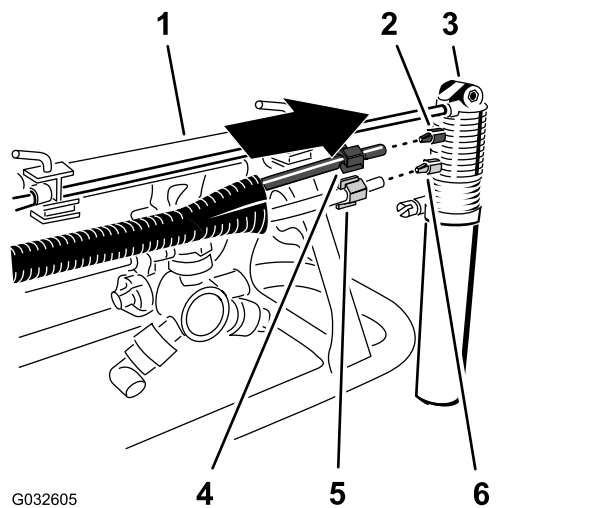

Figure 13
2. Placez le bout du tube transparent muni de l'écrou à compression blanc devant le raccord à compression blanc de la buse du traceur à mousse, et serrez l'écrou à la main (Figure 13).
3. Placez le bout du tube bleu muni de l'écrou à compression bleu devant le raccord à compression bleu de la buse du traceur à mousse, et serrez l'écrou à la main (Figure 13).
1. Glissez l'écrou à compression bleu au bout du tube bleu et l'écrou à compression blanc au bout du tube transparent (Figure 13).